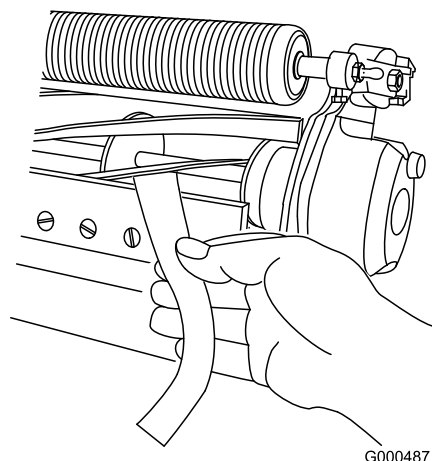

Figura 17
3. Testate le performance di taglio inserendo una lunga striscia di carta per le performance di taglio (n. cat. Toro 125-5610) tra il cilindro e la controlama, perpendicolarmente alla controlama (Figura 17). **Lentamente** ruotate il cilindro in avanti; dovrebbe tagliare la carta.